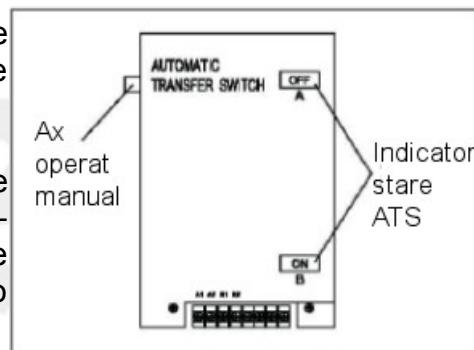

Fig.4-12
- Display-ul pentru starea comutatorului de transfer indica "ON" (fig. 4-12).